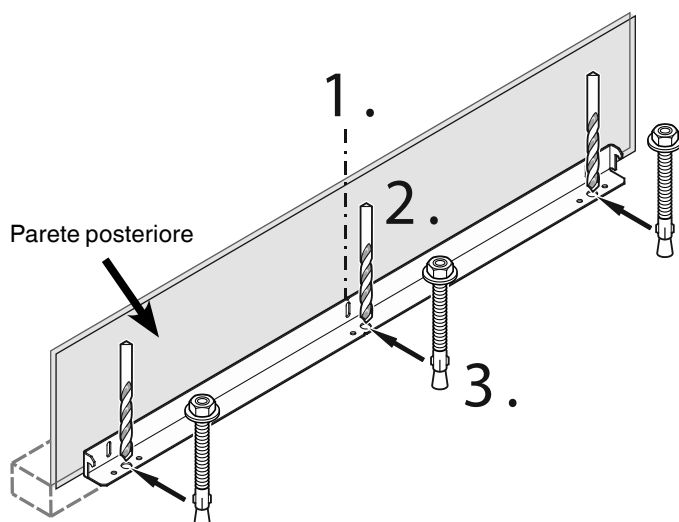

Figura 4
## Montaggio del dispositivo antiribaltamenti su pavimenti in calcestruzzo - Figura 4 - 5
2. Con una punta in metallo duro praticare dei fori da 10 mm nei punti indicati nella **Figura 4**. I fori devono essere più profondi della lunghezza complessiva delle ancore. Pulire poi i fori.